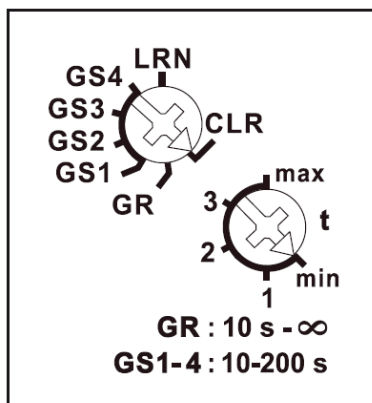

Bild 1
**Bild 1:** Bei diesem Aktor erfolgt die Laufzeiteinstellung nach dem Anlernvorgang. Mit dem unteren Drehschalter stellst du die Dauer der Laufzeit von unten nach oben ein. Dabei kannst du die Zeit zwischen 10 und 200 Sekunden auswählen. Der obere Drehschalter bleibt, wie während des Anlernvorgangs, in der Position GS1.